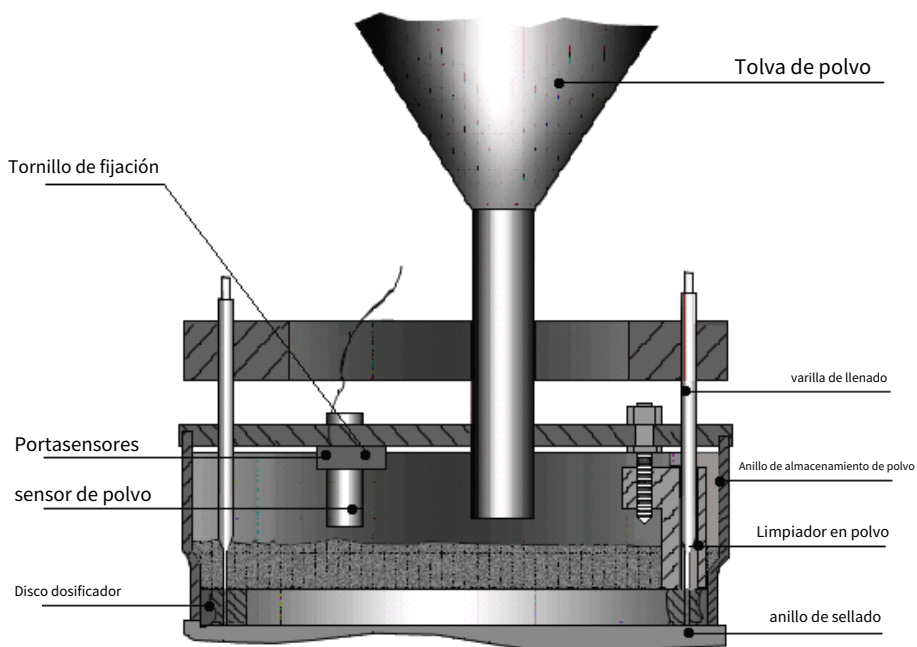

Fig. 22 Ajuste del sensor de altura del polvo
5.2.8 Ajuste del sensor de altura del polvo (consulte la Fig. 22)